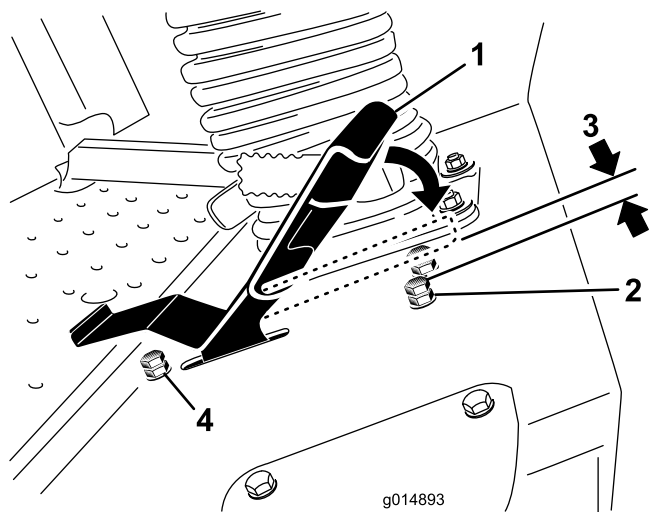

図 60
3. 走行ペダルのストップボルトについているジャムナットをゆるめる(図 60)。